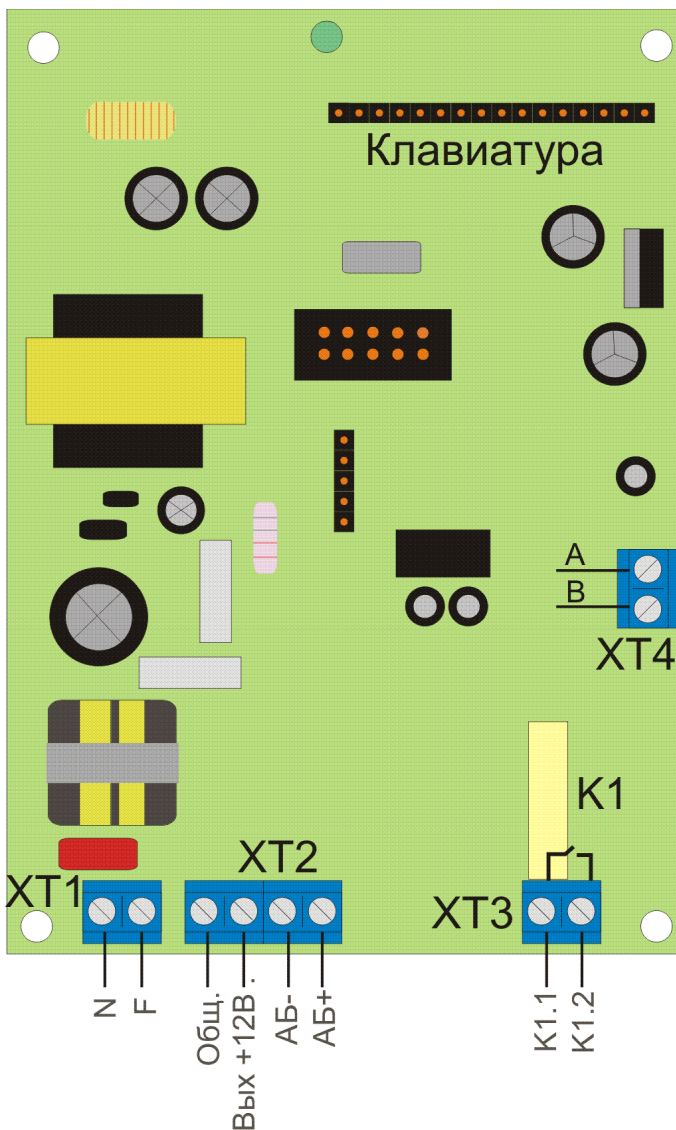

Рис.4 Расположение элементов на плате «ВЕГА-сигнализатор Д».
1) Подключите 220В, 50 Гц на клеммную колодку ХТ1 (см. Рис.4).